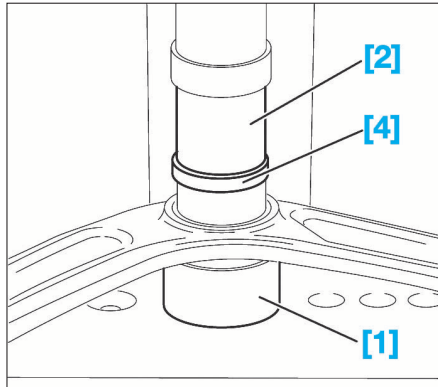

FIG. 21
- Poser les outils [1], [4] (tampon de montage) et [2] sur l'articulation élastique (Fig.21).